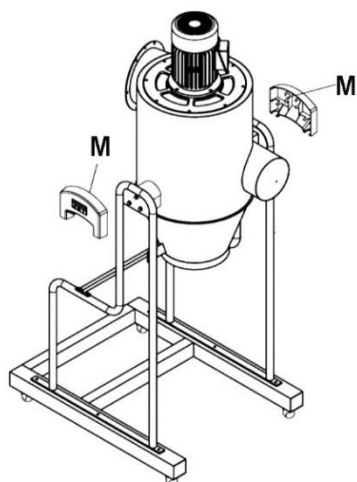

Abbildung 7
- Die seitliche Abdeckung (M) am linken und am rechten Ständer anbringen. Siehe Abbildung 7.